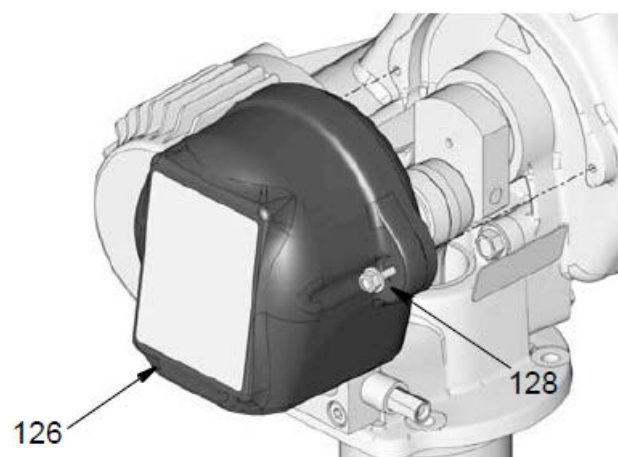

Рис. 3
2. Ослабьте болт (128), снимите крышку (126) с насоса Dyna-Star (рис. 3).